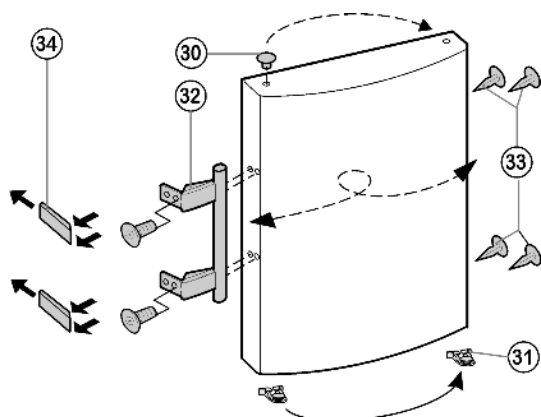

Fig. 8
- ▶ Выведите из фиксатора верхней дверцы пружинный зажим *Fig. 8 (31)* и переставьте его на новую сторону шарнира.
- ▶ Извлеките пробки *Fig. 8 (30)* из опорных втулок дверцы и переставьте.
- ▶ Снимите и переставьте на противоположную сторону дверную ручку *Fig. 8 (32)*, пробку *Fig. 8 (30)* и прижимные пластины *Fig. 8 (34)*.